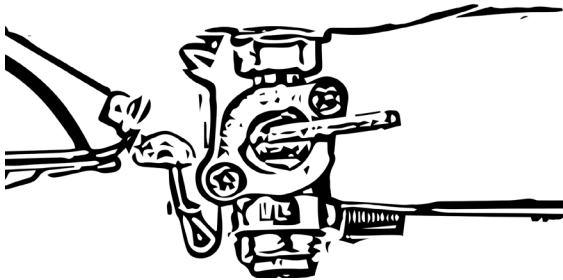

Figure 19
- Mettez le robinet de carburant sur OFF, fig. 19.